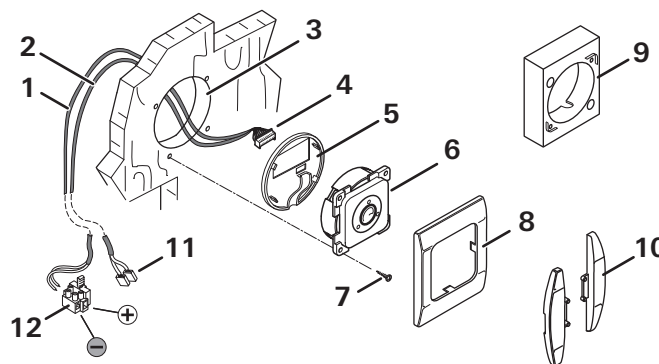

Fig. 3
- ▶ Scegliere una posizione adatta per l'unità di comando (Fig. 3) in modo che sia ben visibile.